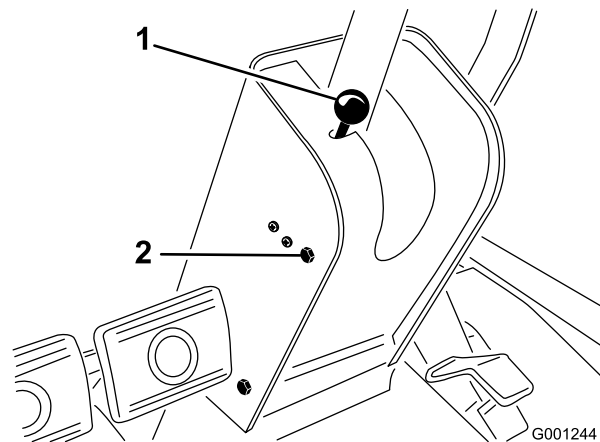

Figura 68
1. Retire o botão do travão de mão e os parafusos da cobertura da coluna de direcção (Figura 68).